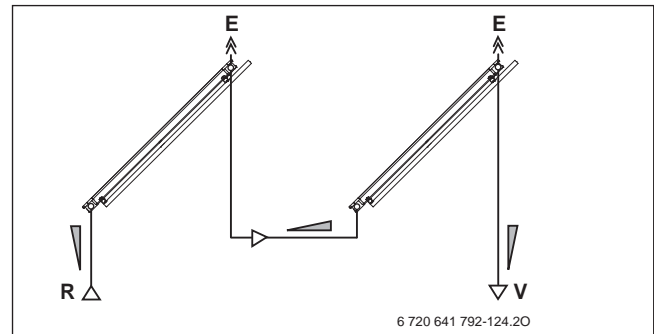

Bild 140 Hydraulikschema mit Entlüfter pro Kollektorreihe am Beispiel Flachdachmontage (Reihenschaltung)
- ▶ Für jede Reihe einen Entlüfter einplanen (→ Bild 140).